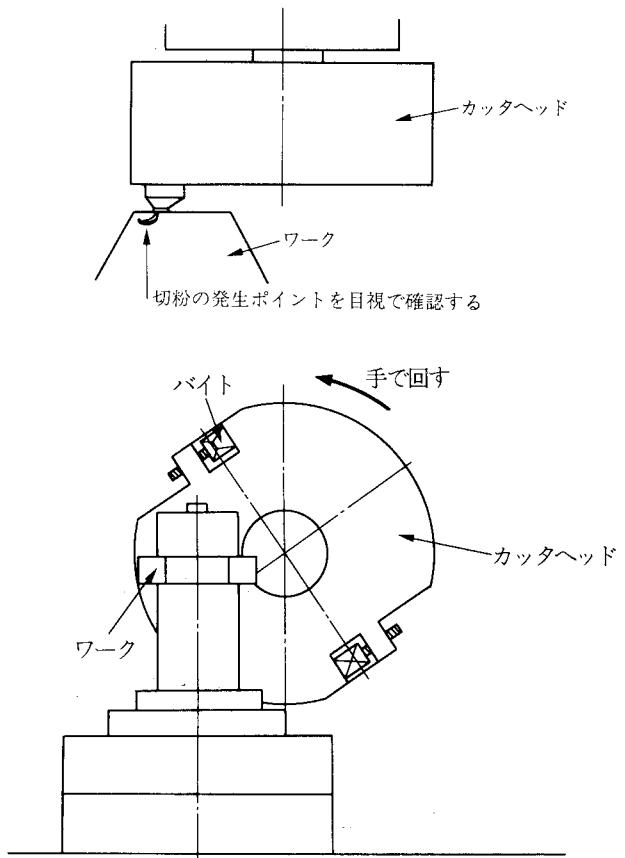
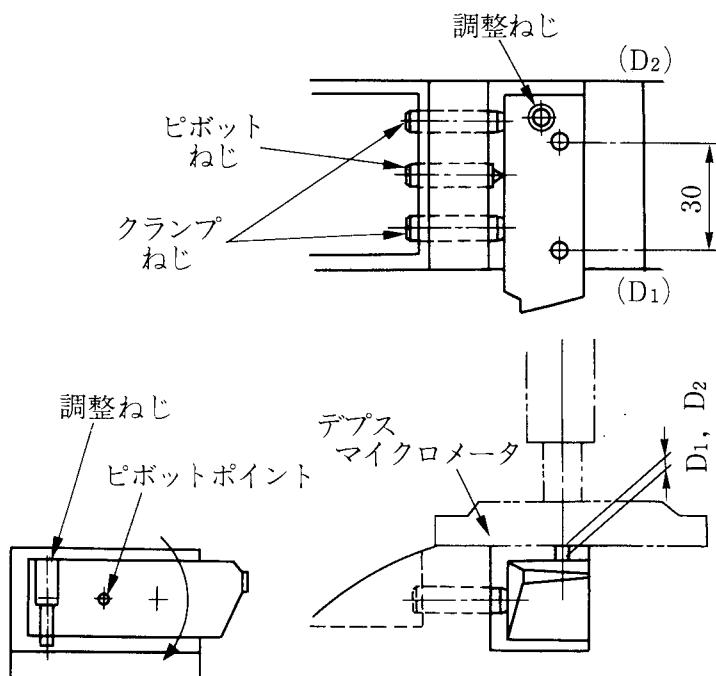

図1-7 刃先とワークの接触点の確認
図1-8 D₁、D₂の測定
- ① 2本のクランプねじを緩める。
- ② 切込みテーブルを調節し、刃先とワークを接近させ、目視にて刃先がワークとほぼ平行になるように調整ねじで調整する。
- ③ さらに切込みテーブルを前進させ、刃先とワークを接近させる。
- ④ カッタヘッドを手でゆっくり回転させ、切粉の出方によって刃先とワークの接触点を確認しながらさらに微調整する(図1-7)。
- ⑤ 2本のクランプねじを締める。
- ⑥ この状態で、カッタヘッド外周の平面からバイト側面までの深さD₁、D₂を30mmスパンについてデプスマイクロメータで測定しておく(図1-8)。